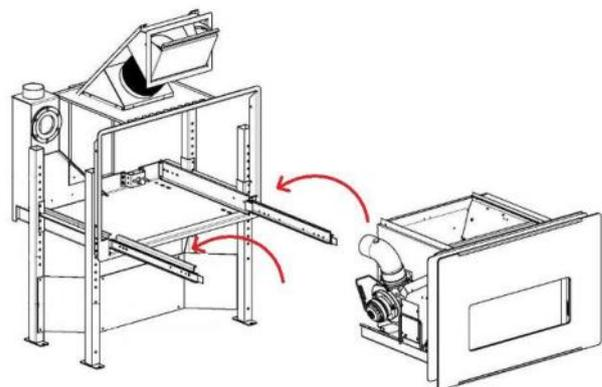

Fig 20 - Montaggio inserto su guide
- Con l'aiuto delle maniglie (vedi Fig 17 a pag. 19) sollevare l'inserto ed innestarlo nelle guide dello scheletro Fig 20 a pag. 20.